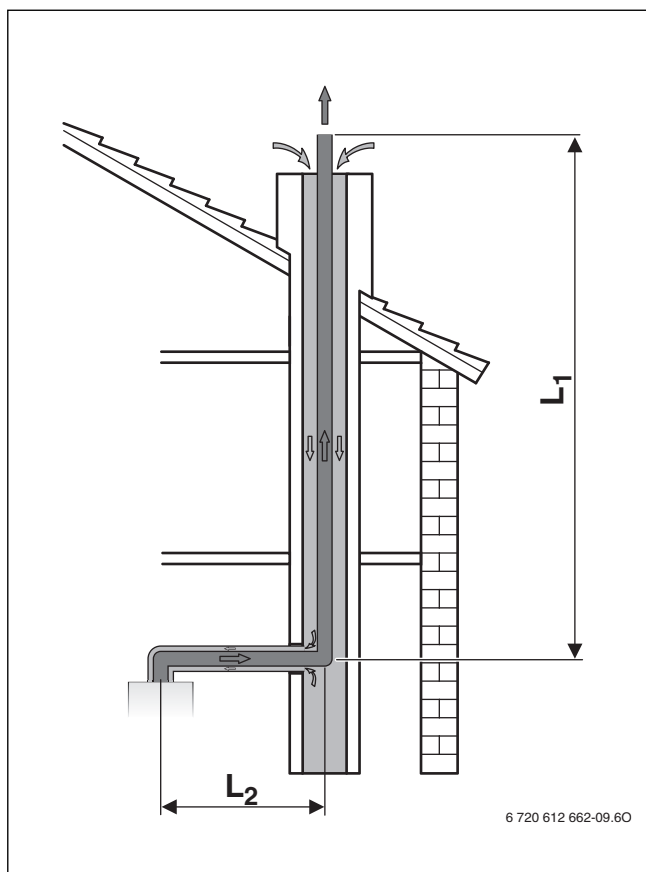

Bild 11 Abgasführung im Schacht nach C₉₃
- Verbrennungsluftzufuhr durch den Schacht im Gegenstromprinzip (C₉₃, → Bild 11):
- Wenn die Verbrennungsluftzufuhr durch den Schacht im Gegenstrom erfolgt (→ Bild 11), muss der Schacht gereinigt werden.